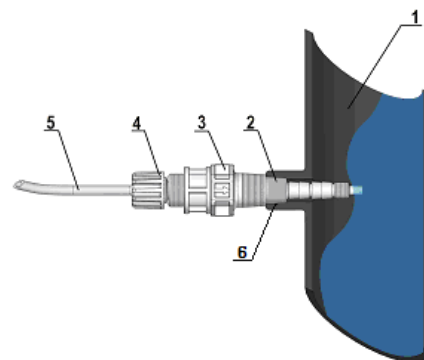

Fig. 7 - Montagem da Conexão
Tanto no tubo de ida quanto no de aspiração, evitar curvas excessivas a fim de evitar estrangulamentos no tubo. Aplicar na conduta do sistema a ser tratado, no ponto mais adequado para fazer a injeção do produto a ser dosado, uma conexão de 3/8" ou 1/2" para gás fêmea. Essa conexão é excluída do fornecimento. Parafusar a válvula de injeção na "conexão guarnição" utilizando fita de PTFE, ver a Fig. 7. Conectar o tubo (5) à conexão cônica da válvula de injeção (3) e bloqueá-lo com a respectiva coroa (4). A válvula de injeção (3) também é válvula de não retorno.